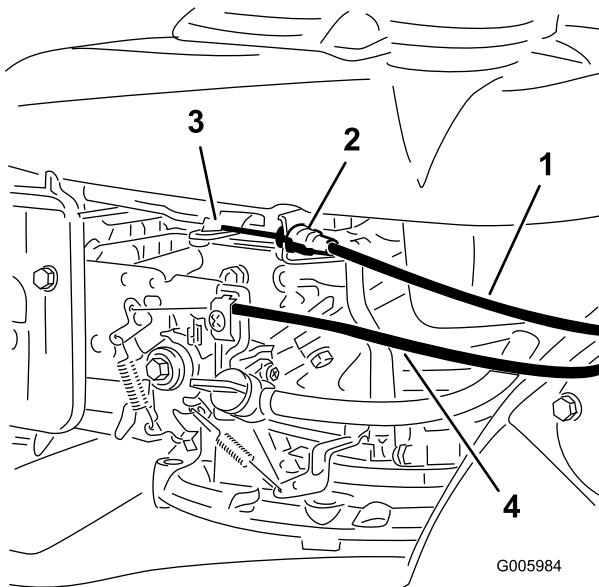

Figura 6
3. Fate passare il cavo del freno della lama all'esterno della stegola e attaccatene l'estremità alla macchina (Figura 6).
6. Fate passare il cavo dell'acceleratore all'esterno della stegola, inserite la guaina del cavo nel serrafilo e attaccate l'estremità del cavo alla leva dell'acceleratore sul motore (Figura 6 e Figura 8).